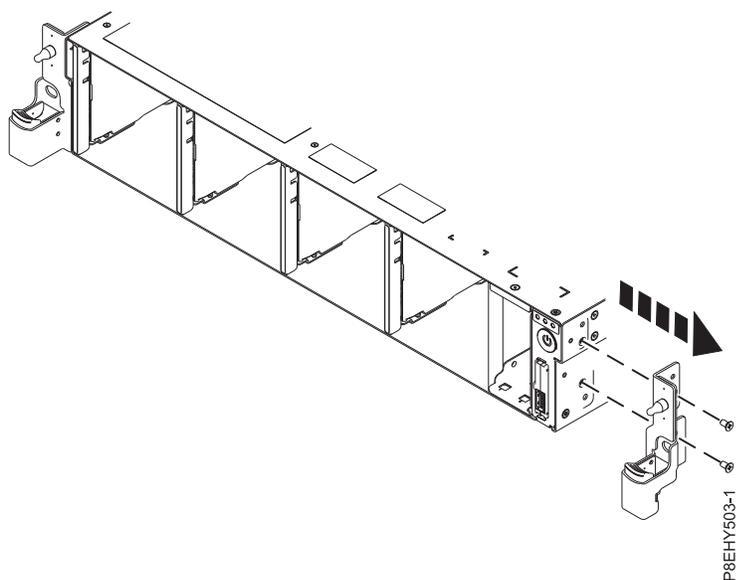

図 66. ラック取り付け支持具の取り外し
7. システムの側面からラック取り付け支持具を取り外します。 59 ページの図 66 を参照してください。